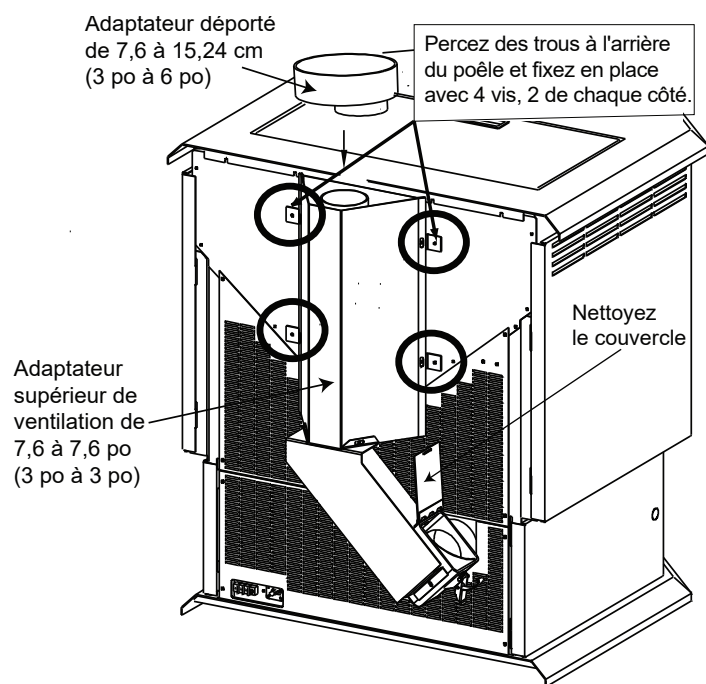

Figure 21.1
3. Percez 4 trous au moyen de la mèche no 26 (fournie) dans la face arrière de l'appareil en utilisant l'écran extérieur comme gabarit (assurez-vous que l'assemblage soit en position verticale) (**Figure 21.1**)
6. Pour nettoyer l'adaptateur supérieur de ventilation, ouvrez le couvercle de nettoyage (**Voir la figure 21.1**).